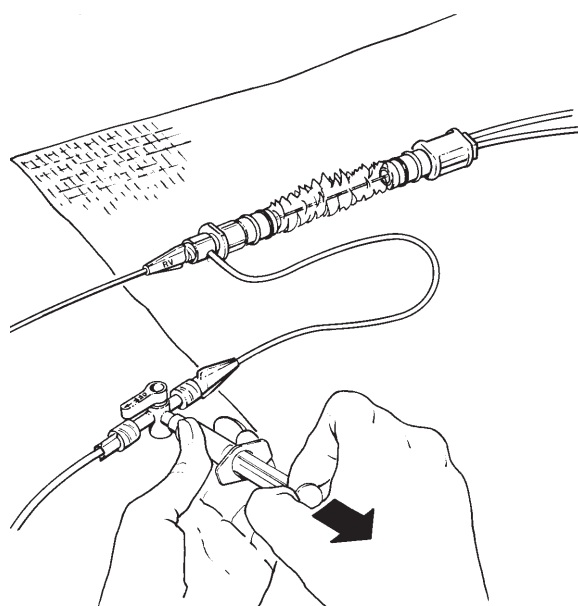

Figure 8. Aspirating and flushing of T-B adapter and RA lumen ■ **Figure 8.** Aspiration et rinçage de l'adaptateur T-B et de la lumière AD
■ **Abbildung 8.** Entlüften und Spülen des T-B-Adapters und des RA-Lumens ■ **Figura 8.** Aspiración y purgado del adaptador T-B y la luz AD
■ **Figura 8.** Aspirazione e irrigazione di adattatore T-B e lume AD ■ **Afbeelding 8.** Zuigen en spoelen van de T-B-adaptor en het RA-lumen